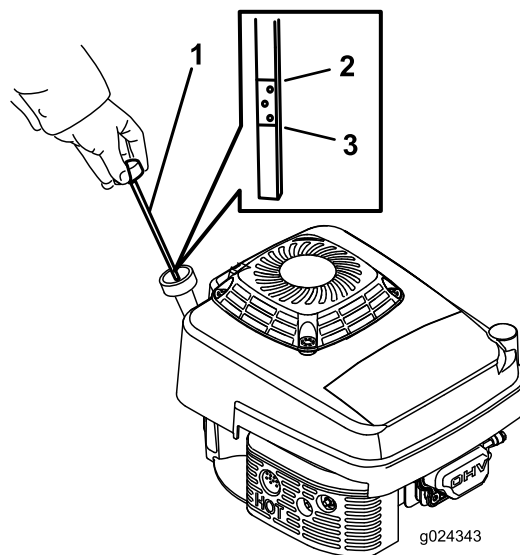

Figura 8
2. Retire la varilla girando el tapón en el sentido contrario a las agujas del reloj y tirando del mismo (Figura 8).
7. Observe en la varilla el nivel de aceite (Figura 8).